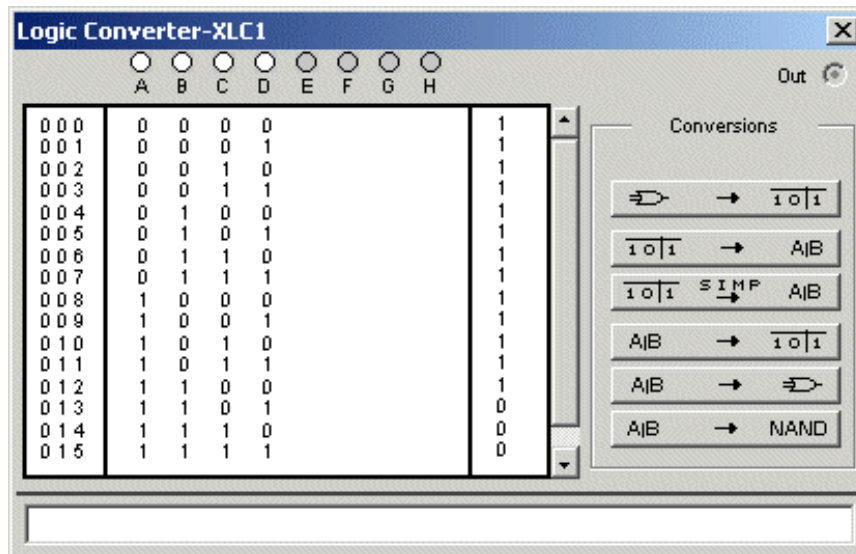

Figuur 19
- Zo ontstaat de schakeling zoals aangegeven in Figuur 19: